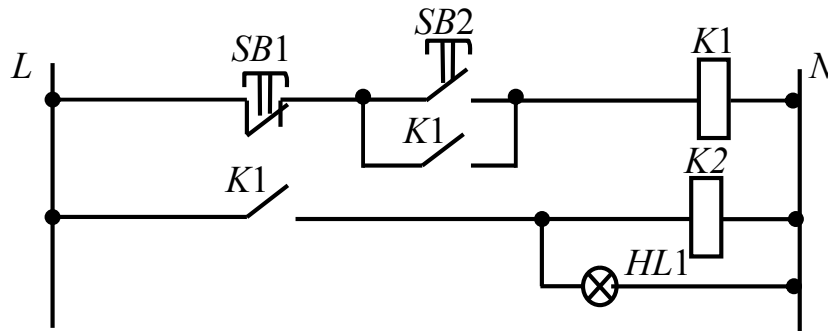

Рисунок 2.2, а
1. Типова схема керування електромагнітним виконавчим механізмом за допомогою реле $K2$ (рис. 2.2, а).